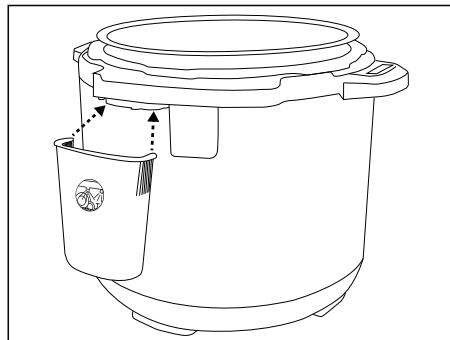

Abb. 3
- Schieben Sie den Kondenswasserbehälter **16** auf die Halterung **15** (Abb. 3). Im Kondenswasserbehälter **16** wird Wasser aufgefangen, das bei den Kochvorgängen kondensiert.